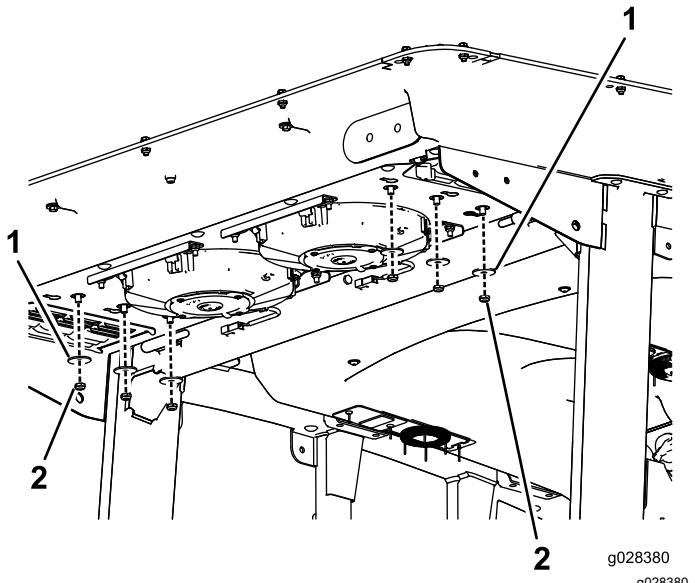

Figura 124
- Togliete 6 dadi e rondelle dal fondo della parte posteriore della cabina (Figura 124).